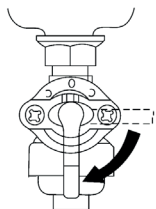

Рис. 12
1. Переведите топливный кран в положение **«Открыто»**. (Рис. 12)